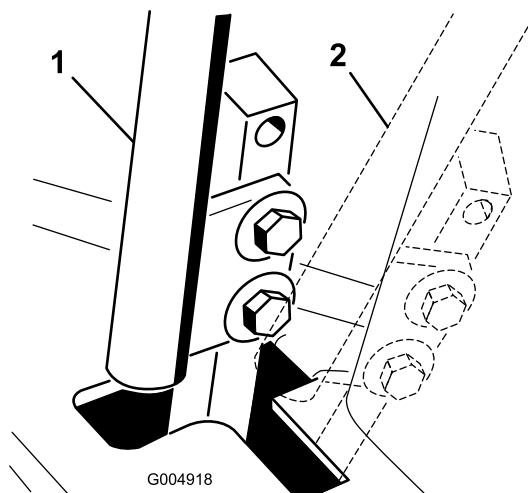

図 57
4. コントロールレバーをニュートラル位置にする **ロック位置にはしない** (図 57)。
6. コントロールレバーと、コンソールのノッチとの位置関係を見る (図 57)。